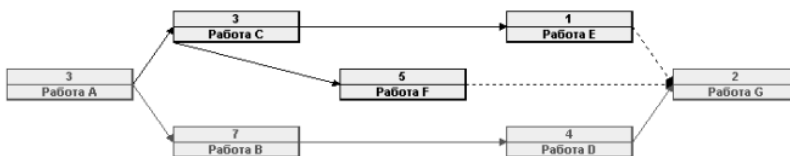

Рис. 3. Сетевая диаграмма проекта
2. Имея следующую последовательность работ (рисунок 3), определите, как изменится срок реализации проекта, если работа С вместо трех дней займет четыре в связи с непредвиденными обстоятельствами? Сроки начала каких работ сдвинутся в связи с возникшими затруднениями? Повлияет ли изменение срока реализации работы С на длину критического пути проекта?